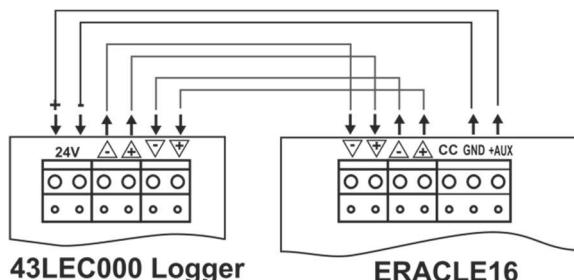

Figure 2 (a) – Raccordement du module 43LEC000 à ERACLE 16
4. Raccordez le dispositif au panneau de contrôle ERACLE 16 comme indiqué à la Figure 2 (a), en utilisant le câble de raccordement fourni.